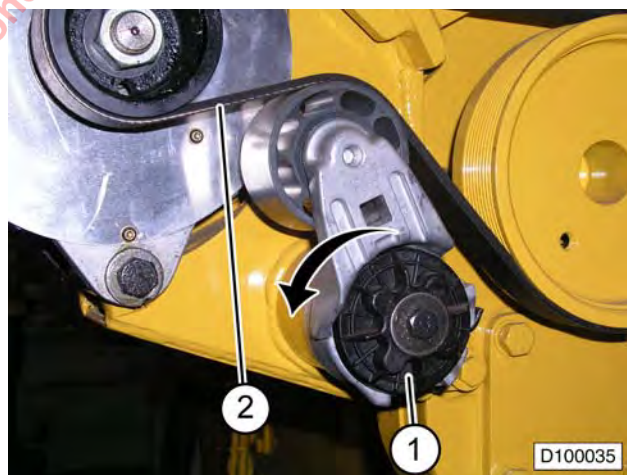

FIGURA 10-22. CONJUNTO DEL TENSOR AUTOMÁTICO DE LA CORREA
7. Use una palanca cuadrada de 3/4 de pulgada para liberar la tensión del tensor automático de la correa (1, Figura 10-22).
8. Retire la correa (2). Reemplace la correa si encuentra indicios de desgaste o daños.
4. Use una palanca cuadrada de 3/4 de pulgada para liberar la tensión en el tensor automático de la correa (1, Figura 10-22) e instale la correa (2).